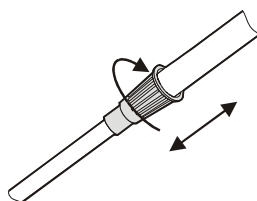

Fig. 3
- Drej låsemøtrikken på røret med uret for at løsne den, forlæng eller afkort røret så det passer med, at søgehovedet er omkring 1,5 cm over jorden, når du står normalt og afslappet med detektoren ved din side. (Fig. 3).